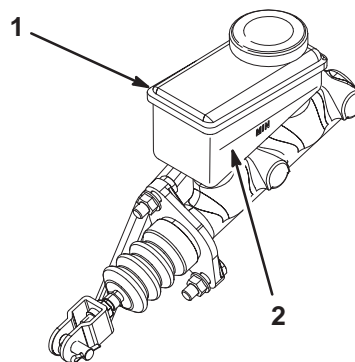

Figure 24
2. Observez le côté du réservoir. Le niveau doit se trouver au-dessus du repère du minimum (Fig. 24). Si le niveau de liquide est bas, nettoyez la surface autour du bouchon, retirez le bouchon et remplissez le réservoir jusqu'au-dessus du repère du minimum. **Ne remplissez pas excessivement.**